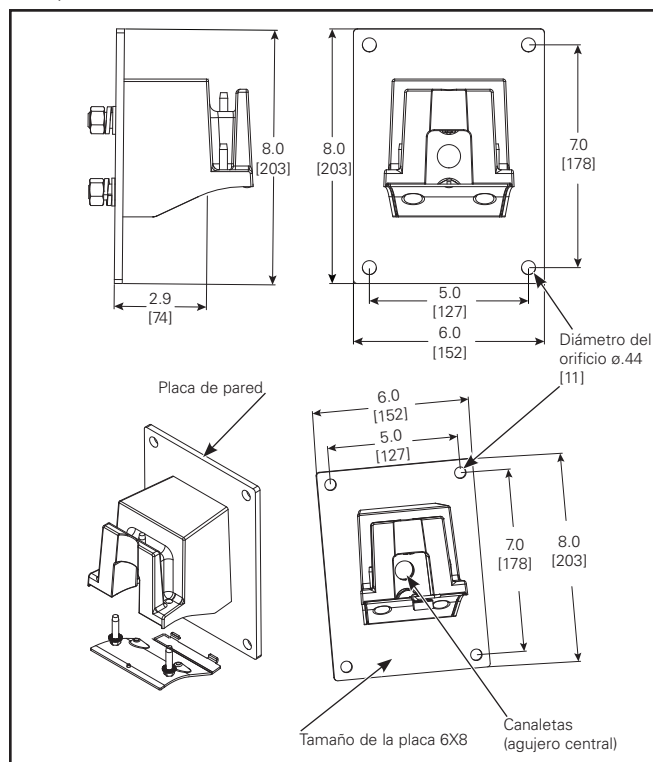

Figura 6.
3. Siga las instrucciones de los pasos 3 a 5 de la configuración del brazo de montaje en poste como se muestra en (Figura 6).